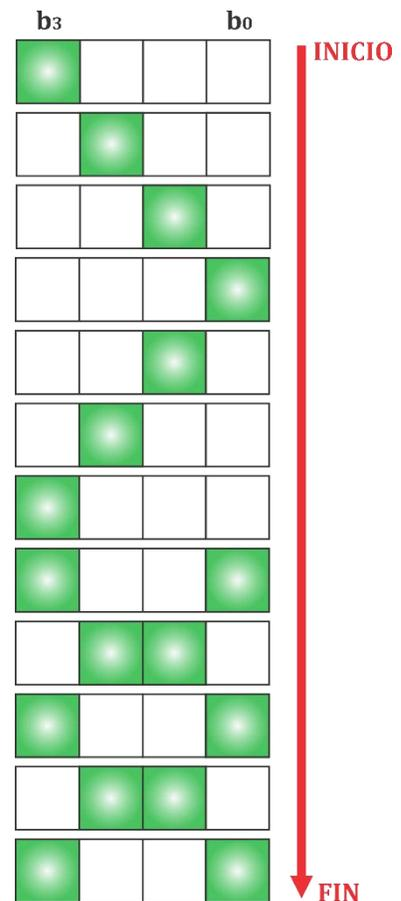

Figura 4.2. Secuencia de funcionamiento del programa principal.
- 2) Usando el microcontrolador indicado en la lista de material de la práctica, desarrolle un programa en **lenguaje C** que haga que cuatro pines del Puerto X realicen la secuencia mostrada en la figura 4.2, con un intervalo de 0.5s entre cada cambio, de forma cíclica y, por medio de INT, se va a introducir una interrupción que provoque que el puerto completo realice una secuencia de tres parpadeos con un intervalo de 1.5s cada uno. Al finalizar deberá regresar a la rutina inicial justo en el punto donde se interrumpió.
- Crear la rutina de la secuencia de salida de acuerdo con la figura 4.2.